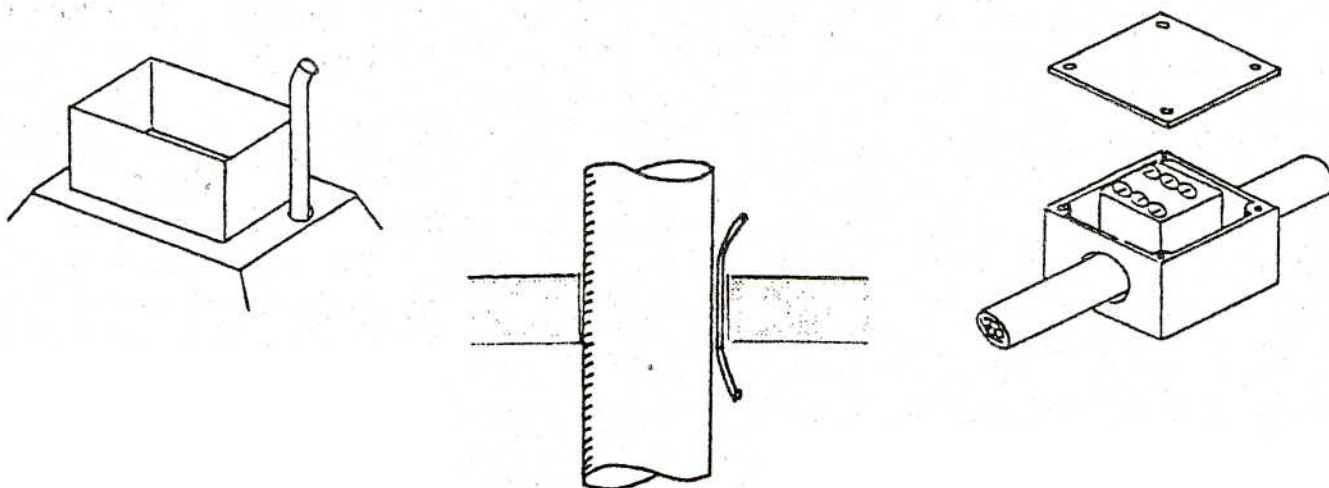

Fig. 11
- Las conexiones exteriores efectuarlas mediante cajas de conexión del tipo «Plexo». Fig. 11.